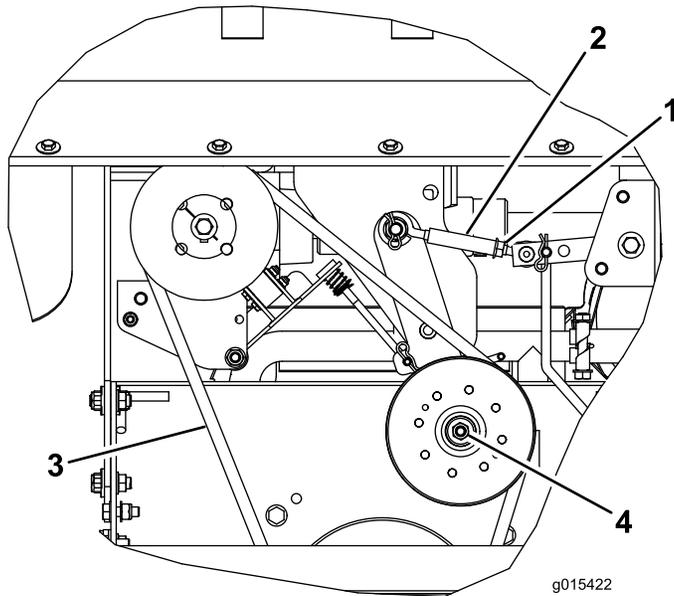

Figure 11
Examinez visuellement la courroie (Figure 11), à la recherche de traces d'encrassement, d'usure, de fissures ou de surchauffe. Remplacez la courroie si elle est excessivement usée ou semble endommagée.
**Remarque:** La Figure 11 montre la courroie vue de dessous, mais la courroie peut être contrôlée, réglée ou remplacée en passant par le haut ou le bas après avoir déposé la protection correspondante.
Pour remplacer la courroie, procédez comme suit en vous reportant à la Figure 11 :
La tension de la courroie est correcte lorsqu'une flèche de 13 mm est obtenue quand on exerce une force de 4,5 kg au centre du brin le plus long (Figure 11).
- A. Desserrez le contre-écrou (Figure 11).